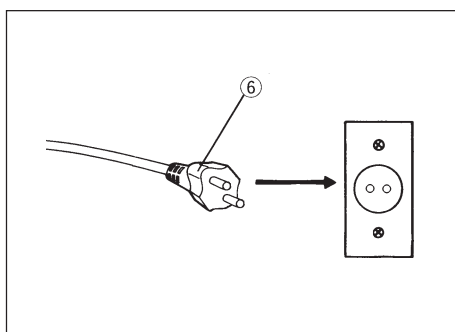

Fig. 6
4. Brancher le cordon d'alimentation ⑥ dans la prise secteur murale. (Fig. 6)